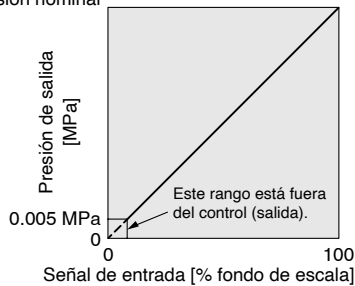

Fig. 1 Gráfico de características de entrada/salida
*2 Consulta la Fig. 1 para ver la relación entre la presión de regulación y la entrada. Dado que la presión máx. de regulación difiere para cada indicación de presión, consulta la tabla 1 de la izquierda.